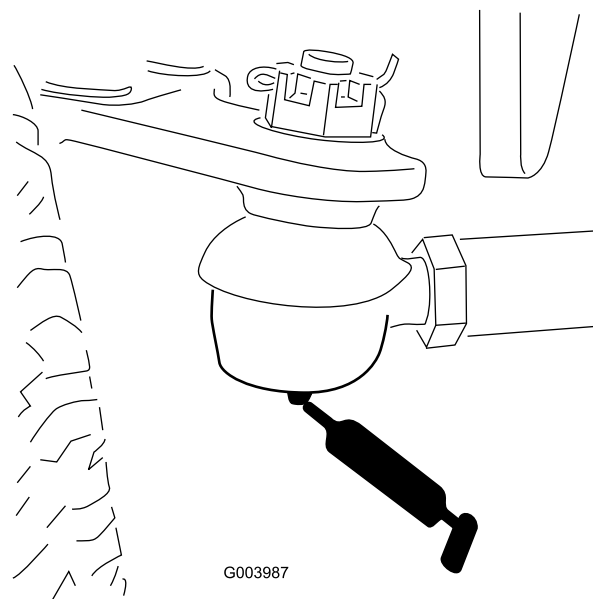

Figura 34
- Tirante del ponte posteriore (2) (Figura 34)